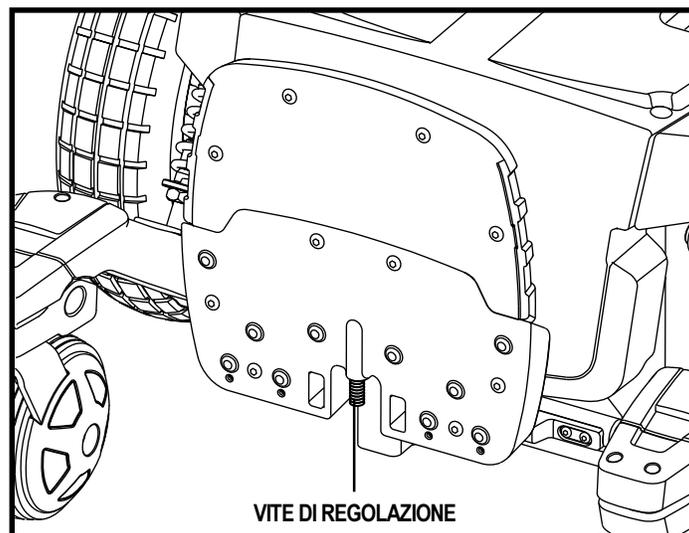

Figura 20. Angolazione del pedana unica poggigambe
1. Ripiegare il pedana unica poggigambe verso l'alto e localizzare la vite di regolazione. Vedere figura 20.